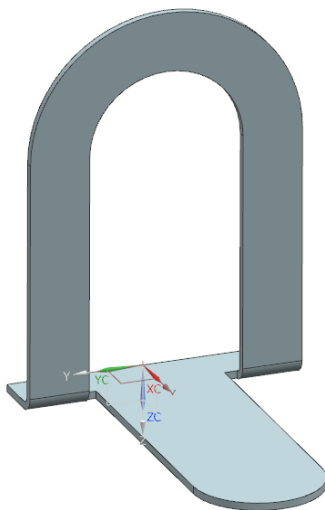

图 5-19 创建突出块
(3) 在“突出块”对话框中单击按钮创建突出块特征, 如图 5-19 所示。